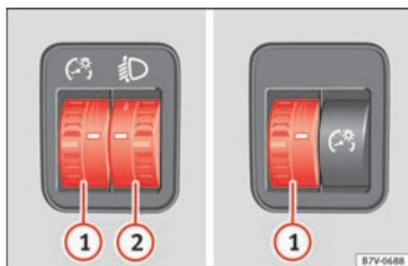

Fig. 140 Côté volant : régulateur d'éclairage des cadrans et des commandes (1) et du site des projecteurs (2)
Lorsque l'éclairage est allumé, l'éclairage des instruments et des commandes peut être réglé en continu en tournant la molette » » fig. 140 (1).
Le réglage de la portée des phares » » fig. 140 (2) s'adapte en fonction de la valeur du faisceau lumineux du phare à l'état de charge du véhicule. Le conducteur peut ainsi avoir la meilleure visibilité possible et n'éblouit pas ceux qui circulent en sens contraire » » Δ.
Pour régler, tournez la commande » » fig. 140 (2) :